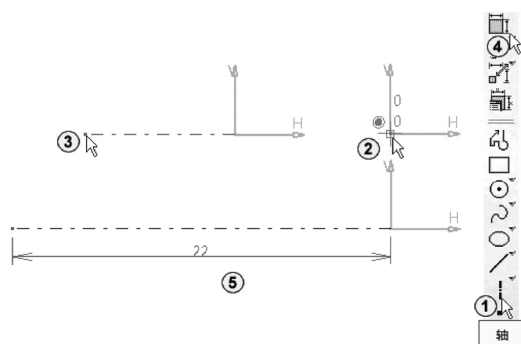

图 2-17 绘制轴
单击“轮廓”工具栏中的“轴”按钮，如图 2-17 中①所示。在工作区中捕捉到原点（出现符号时按时鼠标左键），如图 2-17 中②所示。然后向左水平移动鼠标到适当的位置后单击，绘制轴，如图 2-17 中③所示。单击“约束”按钮，标注尺寸，如图 2-17 中④⑤所示。